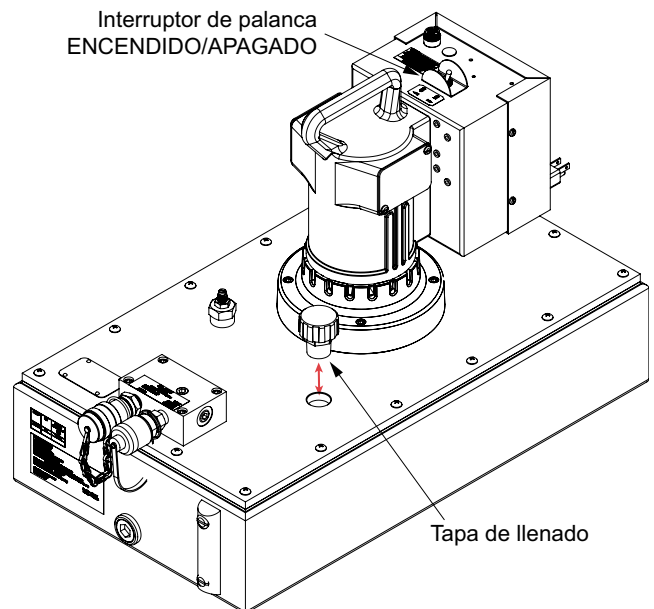

Fig. 11: Unidad de bomba PE55 (se muestra PE551MX2)
- **La unidad de bomba se puede ENCENDER o APAGAR de forma independiente mediante el interruptor de ENCENDIDO/APAGADO (véase la fig. 11).**